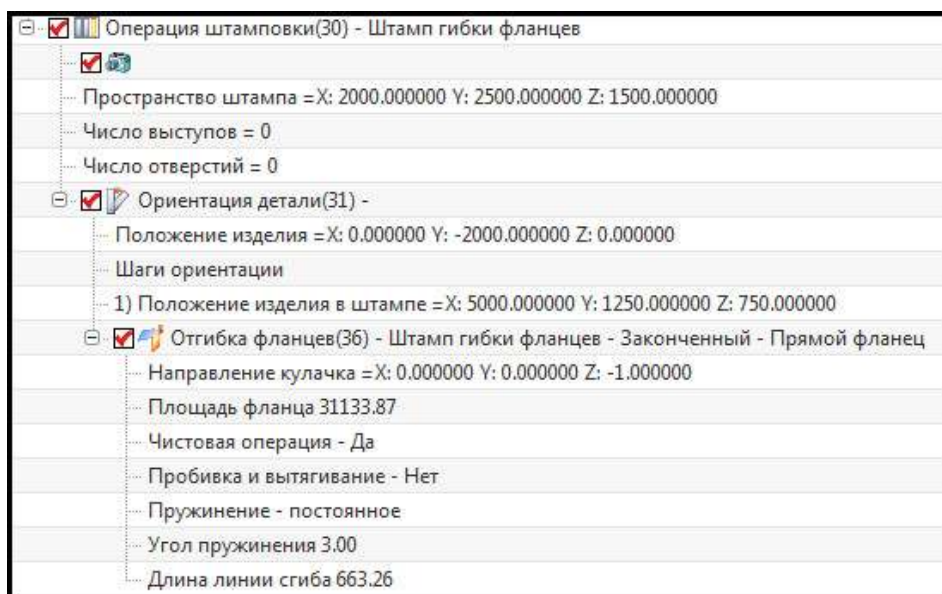

Рис. 5.112. DOL отчет
**Штамп гибки фланцев** – элемент **Отгибка фланцев** (рис. 5.112) с информацией о площади фланца, угле пружинения, длине линии сгиба, параметрах углов фланцовки и др.